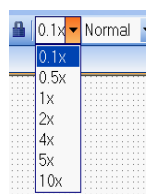

Рис. 7.67
- В поле **Grid Spacing** на панели инструментов введите **0.1**, чтобы получить мелкую сетку для черчения (рис. 7.67).